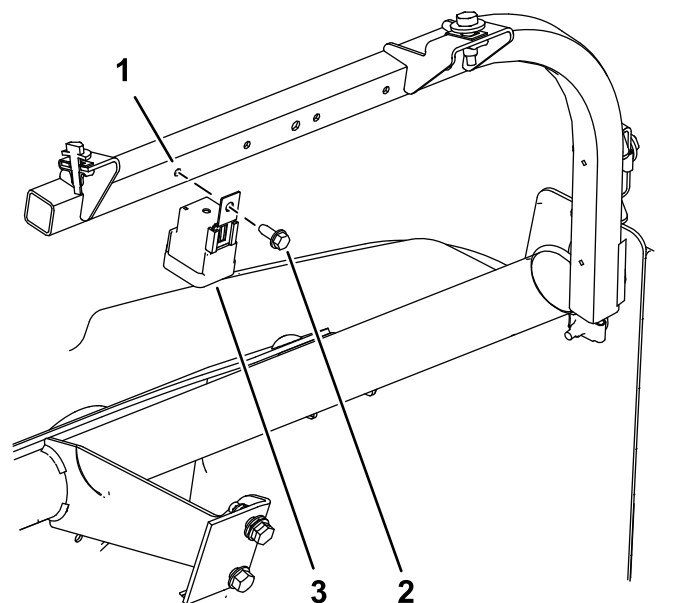

図 14
1. リレー (単一ロケーション) をダッシュサポートチューブの左側に事前に開けられた穴にボルト (1/4 x 5/8") で取り付ける (図 14)。